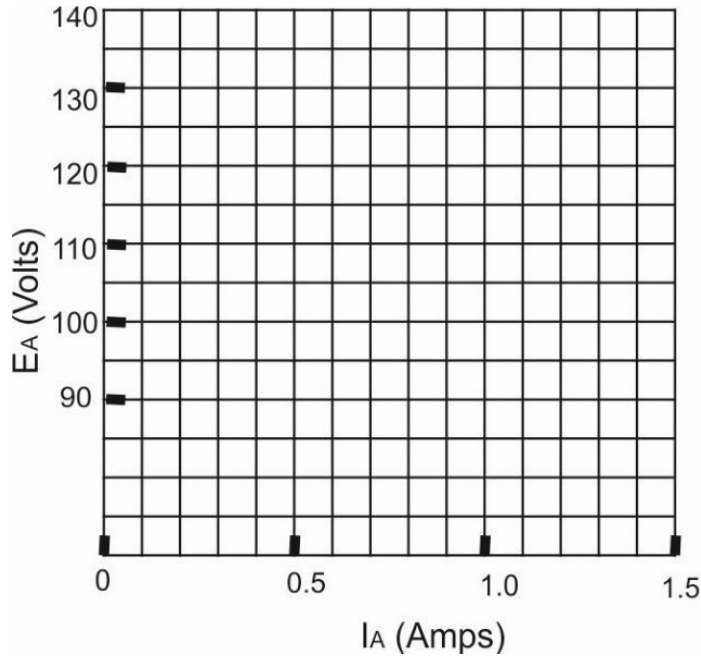

Figura 5
7. En la gráfica de la figura 5 trace la curva de regulación de voltaje E_A en función de I_A . Utilice los datos de la tabla 1.